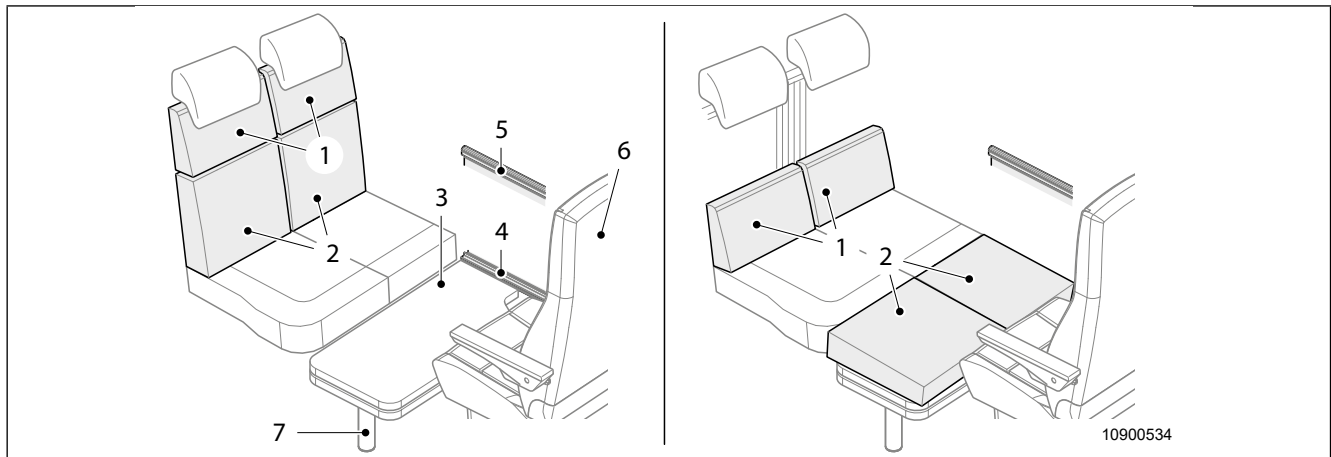

Bild 31 Ombyggnad resersäng
1. Vrid förarstolen (Bild 31, pos. 6). Ryggstödet pekar mot vindrutan.
3. Lyft bordsskivan (Bild 31, pos. 3) på höger sida och haka loss den ur den övre styrskenan (Bild 31, pos. 5).
4. Svängbart hängbord: Ta bort bordsbenets undre del (Bild 31, pos. 7).
5. Haka fast bordsskivan i den undre styrskenan (Bild 31, pos. 4) i upplyft läge på höger sida.
7. Ta bort och dela på sittbänkens ryggdynor (Bild 31, pos. 1 och 2).
8. Fäst ryggdynornas överdelar (Bild 31, pos. 1) på ryggstödet.
9. Lägg ryggdynornas nederdelar (Bild 31, pos. 2) på bordet.
9. Ta bort och dela på sittbänkens ryggdynor (Bild 31, pos. 1 och 2).
10. Fäst ryggdynornas överdelar (Bild 31, pos. 1) på ryggstödet stomme.
11. Lägg ryggdynornas nederdelar (Bild 31, pos. 2) på bordet.